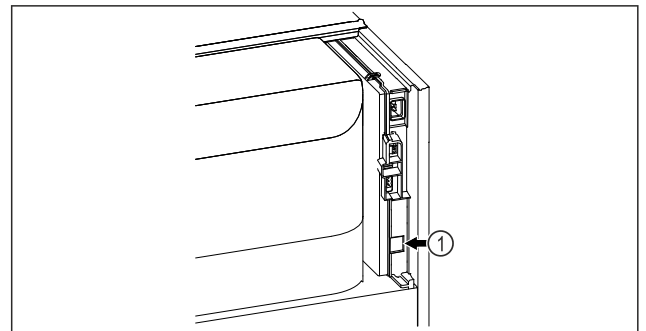

Fig. 85
- Moduli SmartModule Fig. 85 (1) është vendosur.